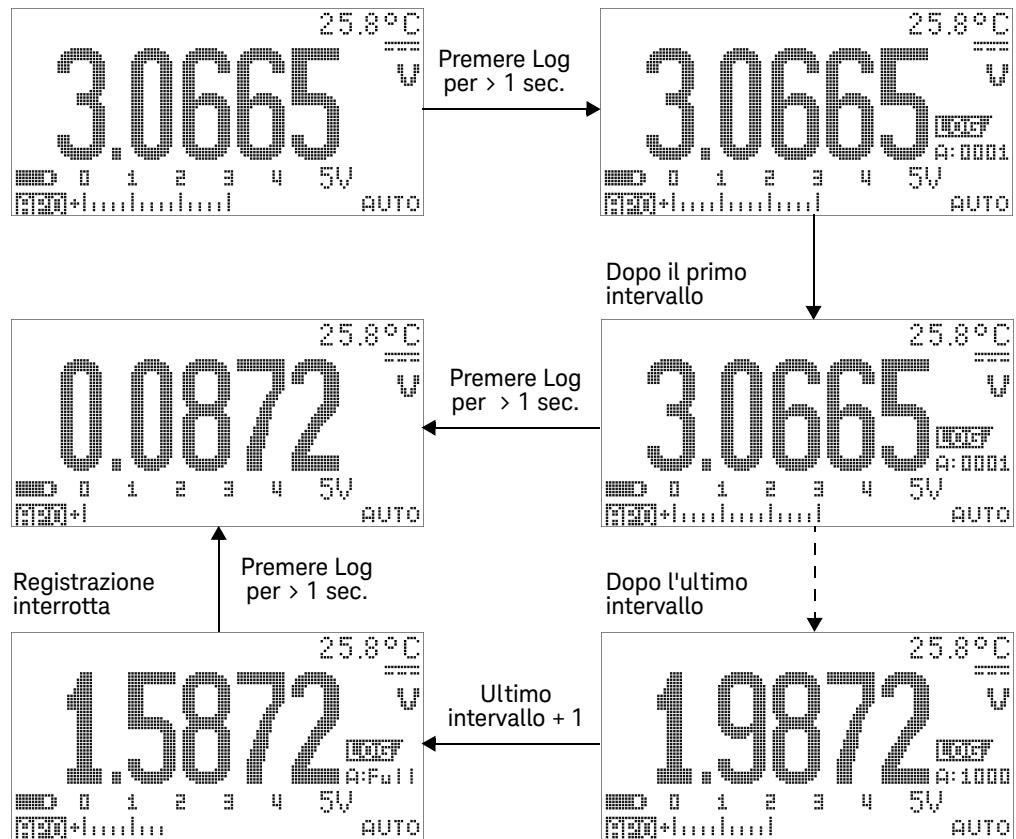

Figura 3-10 Funzionamento in modalità di registrazione a intervalli (Time)
- 1 Premere  per più di 1 secondo per salvare nella memoria del multimetro il valore e la funzione attualmente visualizzati sul display.  e l'indice di registrazione vengono visualizzati. Le letture successive vengono automaticamente registrate in memoria in base all'intervallo (LOG TIME) specificato in modalità Setup. Consultare la Figura 3-10 a pagina 104 per i dettagli sul funzionamento di questa modalità.